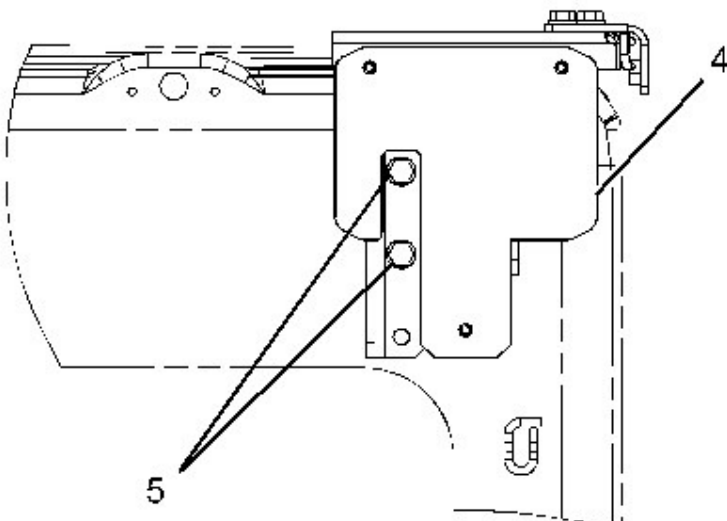

Ilustración 5
- b. Vuelva a instalar el soporte (4) con los pernos (5) que se encuentran en los dos agujeros superiores del soporte. Consulte la ilustración 5.